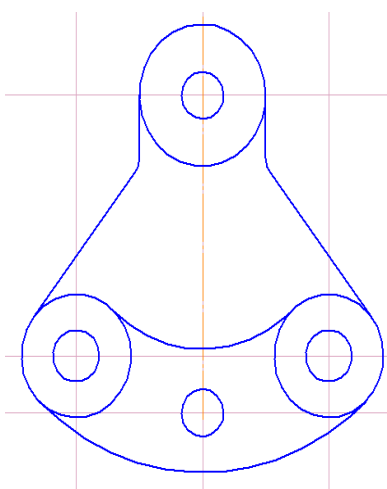

Рисунок 3.15 – Создание скруглений
15.Создайте **Скругления** радиусом 10 мм (рисунок 3.15).